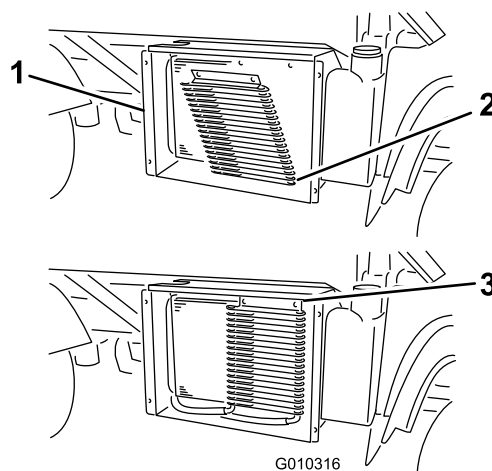

Figura 62
3. Si está instalado, abra los cierres y gire el enfriador de aceite, separándolo del radiador (Figura 62).